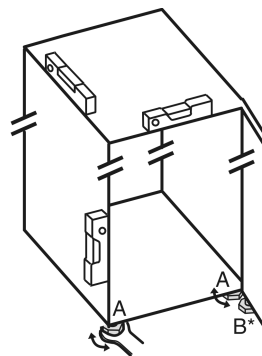

Fig. 46
- Svitare i piedini regolabili Fig. 46 (A) con la chiave a forchetta contenuta nella fornitura e con l'aiuto di una bilancia idrostatica, finché l'apparecchio non si trova in posizione stabile e piana.
- Con la chiave a forchetta in dotazione, svitare il piedino regolabile Fig. 46 (B) sul cuscinetto di supporto inferiore, fino a farlo appoggiare sul pavimento.
- Ruotare ulteriormente il piedino regolabile Fig. 46 (B) di 90°.